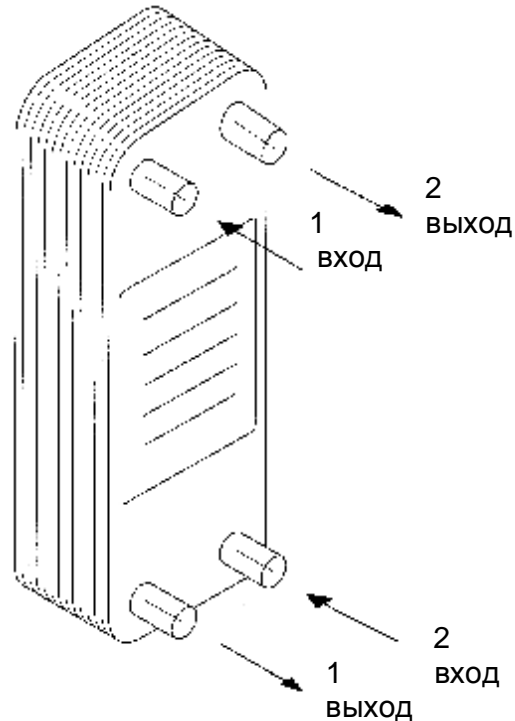

Рис. 2
3.1. Паяный теплообменник монтируется вертикально, и трубопроводы присоединяются к патрубкам на лицевой стороне (см. Рис. 2).